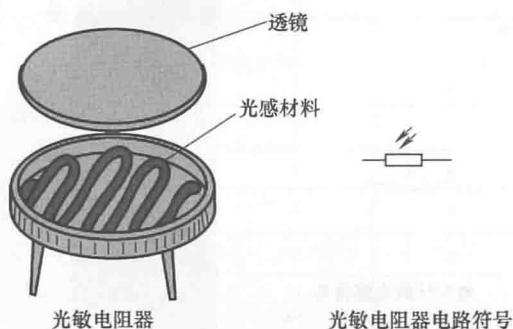
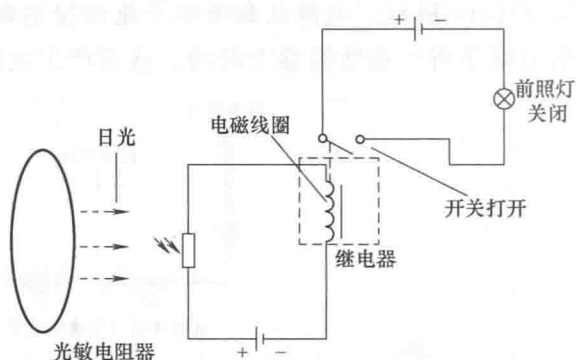

图 1-16 光敏电阻器及其电路符号
图 1-17 前照灯自动开灯系统
(4) 光敏电阻 光敏电阻也是一种可变电阻器,如图1-16所示,它的阻值随光照强度的变化而变化,光照强度越大,其阻值越小,光照强度越小,阻值越大。光敏电阻器的这种特性可用于前照灯自动开灯系统,如图1-17所示。一个光敏电阻器和前照灯继电器连接在一个电路中。通常状态下,光照比较充足,光敏电阻器的阻值很小,就会有足够大的电流通过继电器,继电器控制电路断开前照灯电路,前照灯处在关闭状态。当汽车处在黑暗中时,光敏电阻器电阻变大,使通过继电器的电流变小直至接近断电,继电器触点离开原位置而与另一触点闭合,接通前照灯电路,于是前照灯点亮。